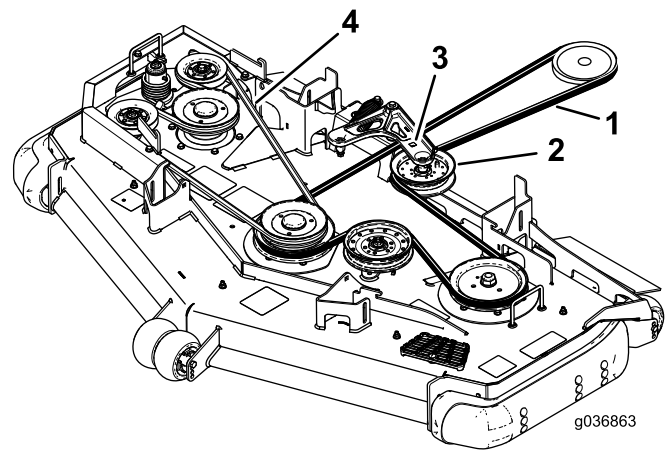

Figura 98
6. Utilice una llave de carraca en el taladro cuadrado del brazo tensor para aliviar la tensión del muelle tensor (Figura 98).
8. Pase la correa nueva alrededor de las poleas del cortacésped y de la polea del embrague, debajo del motor (Figura 98).
10. Utilizando la llave de carraca en el taladro cuadrado, instale la correa alrededor de la polea tensora tensada con muelle (Figura 98). Asiente los extremos del muelle en las ranuras de anclaje.